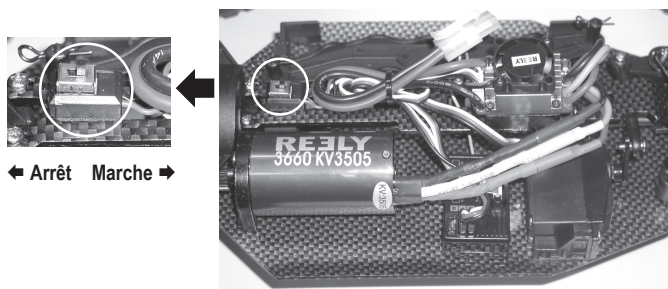

Figure 2
Mettez le régulateur de vitesse en service (voir chapitre 9. g, figure 2). Vérifiez ensuite les fonctions d'entraînement et de direction du véhicule.
- Une fois le véhicule à l'arrêt, enlevez la carrosserie et éteignez le régulateur de vitesse (position d'interrupteur, voir chapitre 9. g, figure 2).